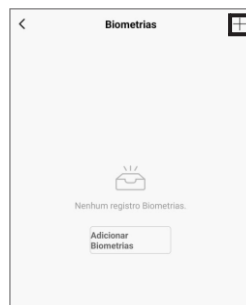

Figura 19
6. Ahora, haga clic en el botón **"Iniciar registro"** (figura 19) para empezar el registro de la huella dactilar.